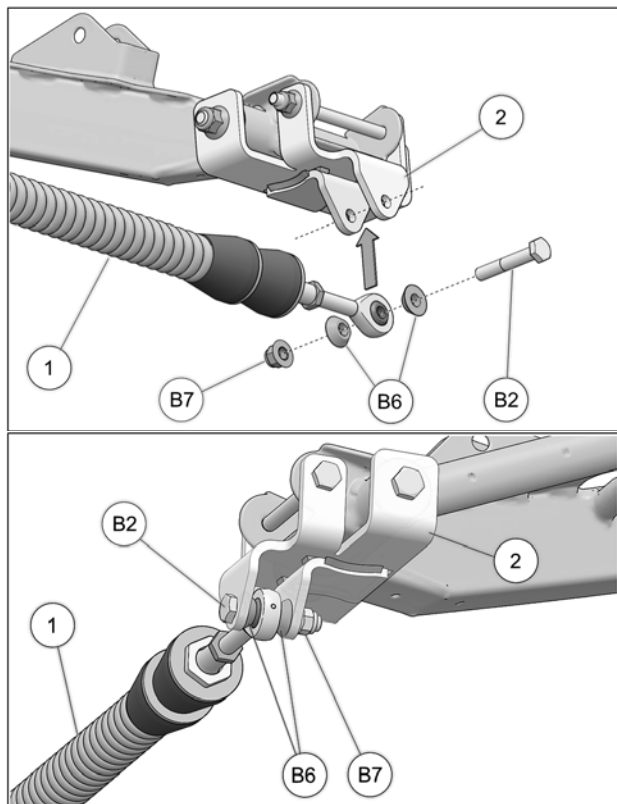

Fig. 9
9. Fixer le bras stabilisateur (1) à l'ancrage de suspension (2) en utilisant le boulon M10x60mm (B2), les coussinets coniques (B6), et l'écrou autobloquant (B7). Serrer à un couple de 70 N•m [52 lb•pi]. Voir Fig. 9